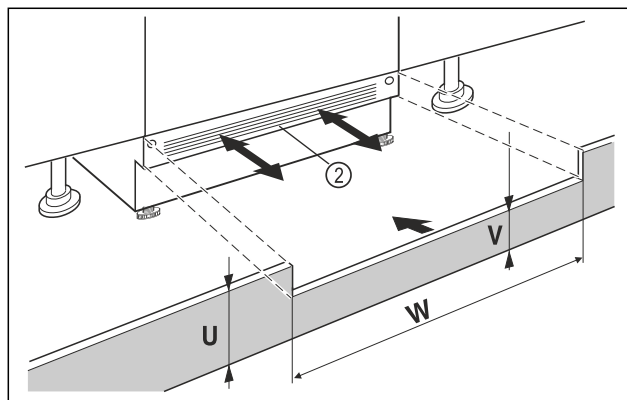

Fig. 12 Ilustrační zobrazení
- ▶ Nasadte krycí lištu spotřebiče Fig. 12 (2) ale ještě nepřipevňujte.
- ▶ U viditelné krycí lišty Fig. 12 (2) tuto lištu vytáhněte dopředu natolik, až jsou přední hrana větrací mřížky a nábytkové krycí lišty zarovnané.
- ▶ Při zakryté krycí liště Fig. 12 (2) tuto lištu zasuňte úplně dozadu.
- ▶ Dbejte a zcela volné větrací štěrby: V případě potřeby přirůzněte krycí lištu nábytku Fig. 12 (U) na potřebnou výšku!
- ▶ Podél šířky výklenku Fig. 12 (W) přizpůsobte výšku můstku Fig. 12 (V) pod krycí lištou spotřebiče Fig. 12 (2).